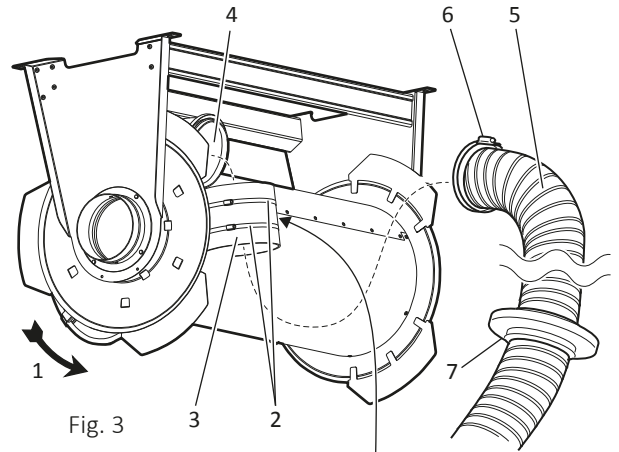
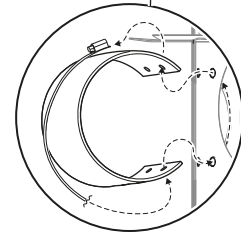

Fig. 3
Fig. 4
2. Asegure el palé y tense el carrete de mangueras según se indica en la siguiente tabla. Gire el tambor en la dirección de la flecha (1, Fig. 3).
3. Desmonte las abrazaderas para manguera (2) y la película de caucho (3).
4. Coloque la manguera (5) en el canal de aspiración (4) con las abrazaderas para manguera (6).
5. Asegure la manguera colocando primero una película de caucho (3) alrededor de la manguera. A continuación, se introducen las abrazaderas para manguera (2) por los orificios y alrededor de la película de caucho para una fijación segura (Fig. 4).
6. Coloque el tope para manguera (7, Fig. 3) en la posición deseada. Suelte el bloqueo y recoja la manguera hasta que se detenga contra el tope para manguera. Compruebe la función y el montaje del tope para manguera.